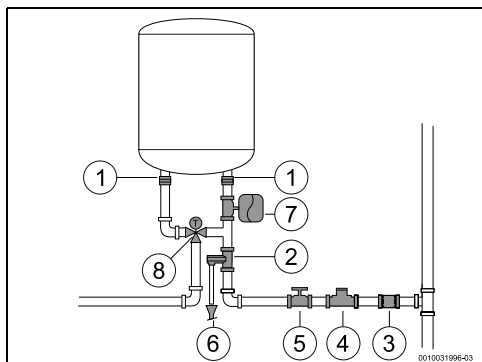

Fig. 13 Ligação de água (ES150/200)
- Instalar a válvula de segurança na entrada de água do termoacumulador. (Fig. 13, 14).
- ▶ instalar uma válvula redutora (Fig. 13, [4]).
- ▶ instalar um vaso de expansão (Fig. 13, [7]) para evitar que a abertura da válvula de descarga seja tão frequente. O volume do vaso de expansão deve ser o equivalente a 5% do volume do aparelho.
- ▶ Fechar a válvula de corte de água (→ Fig. 13, 14).